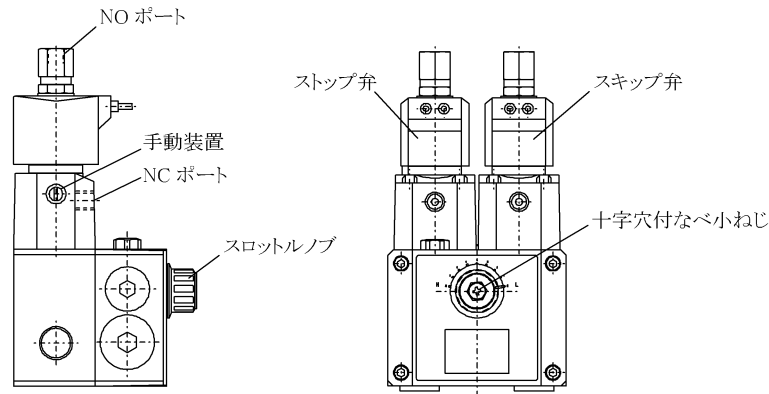

図5
- ① 試運転や給油時はストップ弁やスキップ弁の手動装置を使用すると便利です。(図5参照)
- ② 手動装置を原位置から時計方向または反時計方向にまわす(約 140°)とNCタイプの場合、弁は開き原位置にもどすと弁は閉じます。NOタイプの場合、弁の開閉は逆の状態となります。
- ① ロック用の十字穴付なべ小ねじ(M5)を緩めてロックを開放します。(図5)
- ② スロットルノブにて所定の流量に調整します。(反時計方向に回すとピストン速度は、速くなります。)また、六角穴(巾10)を利用し、六角レンチで調整すると微調整しやすくなります。
- ③ 十字穴付なべ小ねじを締めてスロットルノブをロックしてください。
- ① ストップ弁・スキップ弁ともパイロット形ポペット式であり、コイルをON－OFFさせてパイロットエアーを制御し、弁の切換を行います。
- ② ストップ弁・スキップ弁ともNCポートに配管するとノーマルクローズ形、NOポートに配管するとノーマルオープン形になります。
- ③ ノーマルクローズ形は非通電時やパイロットエアーが 0.3MPa 以下になると、弁は閉じ、ストップ弁においてはシリンダのピストンを停止させピストン位置を保持します。